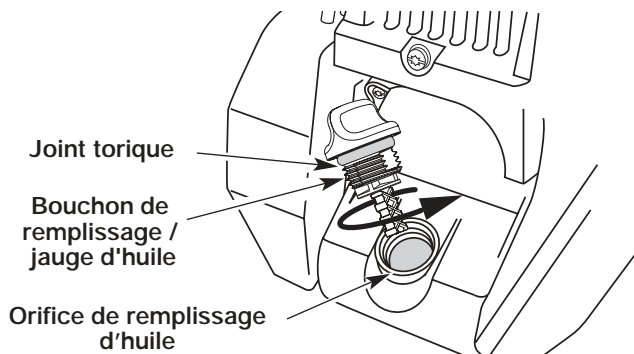

Fig. 58
- Si le niveau est trop bas, ajoutez un peu d'huile par l'orifice et revérifiez (Fig. 58). Continuez jusqu'à ce que le niveau d'huile atteigne le haut de la jauge.
REMARQUE : Assurez-vous que le joint torique est mis sur le bouchon de remplissage / jauge d'huile au moment de la vérification et du changement d'huile (Fig. 58).
3. Versez l'huile de l'orifice de remplissage dans un récipient en inclinant l'appareil à la verticale (Fig. 58). Allouez assez de temps pour une vidange complète.